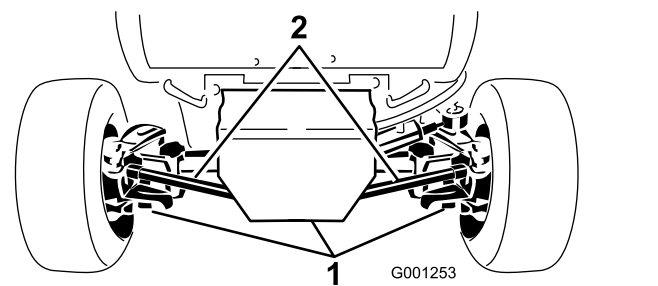

Bild 62
2. Reinigen Sie den Bereich um die drei Ablassschrauben (Bild 62).